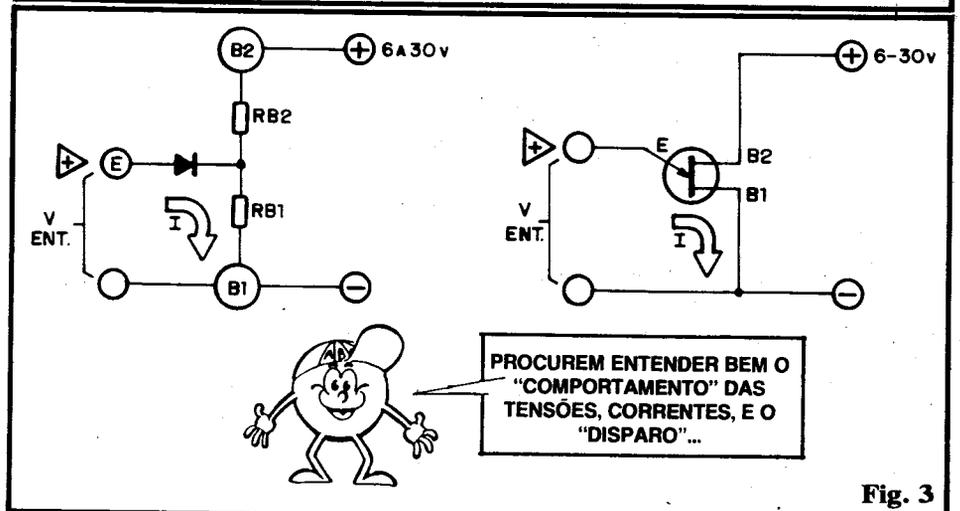

Fig. 3
- FIG. 3 - O valor resistivo normal entre os terminais das bases 2 e 1 é relativamente alto (tipicamente entre 4K e 12K...). Assim, se ligarmos o terminal B2 a uma tensão positiva (tipicamente entre 6 e 30V), e o terminal B1 ao negativo, uma corrente muito pequena (usem a "velha" Lei de Ohm e comprovem...) circulará pelo "arranjo série" formado por RB2 e RB1. Ao mesmo tempo, RB2 e RB1 estabelecem um simples "divisor de tensão", em cujo ponto central ("catodo" do "diodo" representado pela ligação de emissor...) surge uma tensão menor, porém proporcional àquela aplicada a B2... Suponhamos que RB2 e RB1 têm valores iguais, de 5K cada um... Assim, se aplicar-
alimentação) estabelecem limitações de corrente e, ao mesmo tempo, permitem a fácil "recolha" dos sinais e pulsos gerados pela oscilação, conforme veremos adiante. O TUI é um dispositivo razoavelmente rápido em suas transições, podendo oscilar desde frações de Hertz (um ciclo completo a intervalos de alguns minutos!) até centenas de Hertz. Os valores típicos de R1 e C1 estão demarcados na figura, o mesmo ocorrendo com os valores típicos para R2 e R3. **IMPORTANTE:** notem que, pelas suas "posições", R2 e R3 influenciam a própria **Relação Intrínseca** do "divisor de tensão" interno do TUI, uma vez que R2 mais RB2 (ver fig. 3) encontram-se "acima" da junção de emissor, enquanto RB1 (ver fig. 3) e R3 acham-se "abaixo" de tal junção! Assim, quanto maior o valor de R2, por exemplo, menor será a tensão de "disparo" do TUI, e vice-versa. Por outro lado, quanto maior o valor de R3, maior também será o nível de tensão de "disparo"! Outro ponto a considerar: se desejarmos um ritmo muito lento na oscilação, o valor de C1 pode ser dimensionado para mais do que os 1000u sugeridos na gama típica... Entretanto, devemos lembrar que capacitores de valores muito altos (obrigatoriamente do tipo eletrolítico) costumam apresentar uma "fuga" de corrente também proporcionalmente alta, chegando a um ponto em que torna-se simplesmente impossível efetuar a carga do dito capacitor, até um nível conveniente para o "disparo" do TUI... O dimensionamento relativo dos valores de R1 e C1 deve levar em conta esse problema.